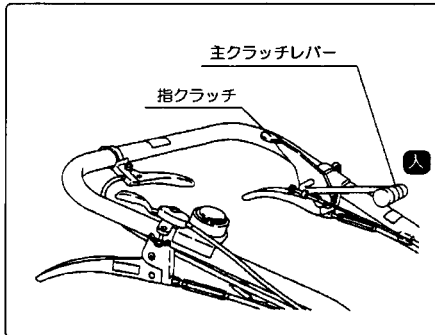

図17
① 走行用主クラッチレバーはエンジンプーリーと本機プーリー間にかかっているVベルトをテンションプーリーで張り動力を伝達するもので、前方に倒すとクラッチが【入】になり、手前に引くとクラッチが【切】になります。(図17)